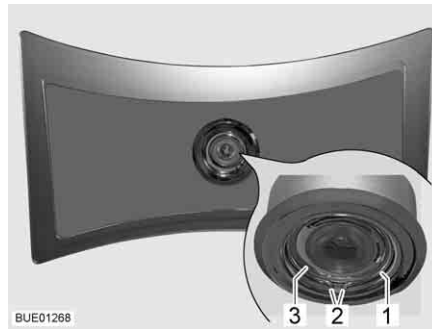

Fig. 296 Lámpara de techo
- Comprimir el pestillo con muelle (Fig. 296,1) por ambos extremos (Fig. 296,2) y retirarlo.
- Sacar la carcasa (Fig. 296,3) con LED de la lámpara.